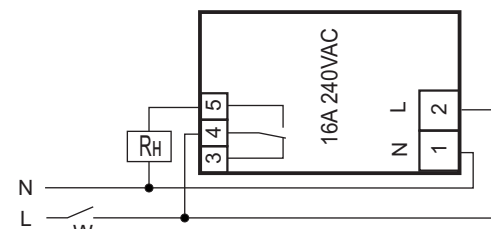

Рис.1 Схема подключения реле RN-01-02
8.2. Подключить нагрузку к изделию (см. рис. 1). Для этого используйте одножильный или многожильный провод с двойной или усиленной изоляцией сечением, соответствующей мощности нагрузки. Переменное фазное напряжение **220 В, 50 Гц** подается на контакты **L** и **N** изделия и на замыкающие контакты. Напряжение может подаваться через выключатель **W** или напрямую.